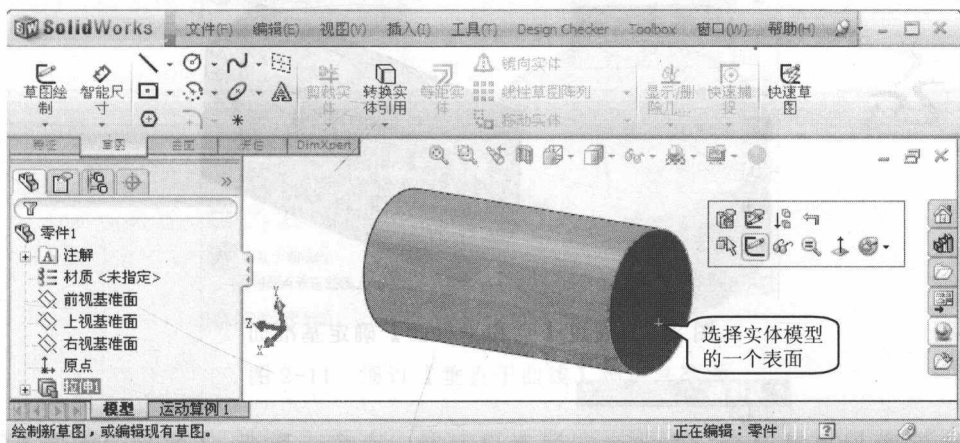

图 2-6 选择实体模型的一个表面作为基准面
(2) 选择实体模型的一个表面作为基准面。在已经建好的实体模型中，选择该模型的一个表面作为基准面进行草图绘制，如图 2-6 所示。